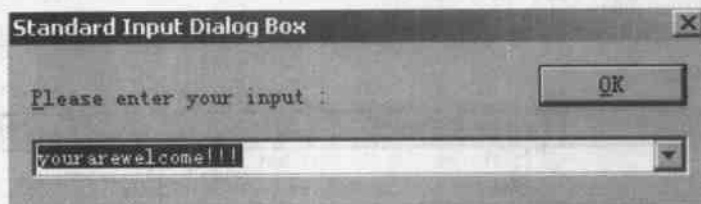
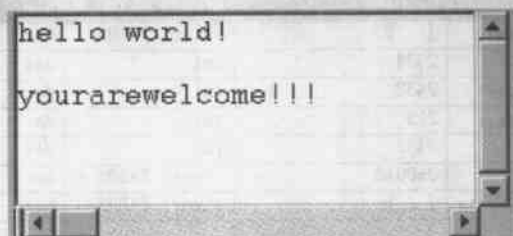

图 4.11 输入字符串对话框
图 4.12 运行结果
(1) 成功生成目标文件 hello.out 后,先让系统复位,在 File 菜单中执行 Load program... 命令,加载可执行程序。
(2) 在工程窗口中双击 hello.c 文件,打开源文件编辑窗口,将光标放在行语句“fprintf(fp, “%s”, scanStr)”上,按 F9 键,或者在工具栏上单击  按钮,设置断点,此时,该行语句前面将出现一个红色的圆点。
(3) 执行菜单命令 Debug→Run,或者在 Debug 工具栏上单击  按钮,将出现如图 4.11 所示的输入一个字符串对话框,并将输入的字符串存入文件,然后从文件中读出该字符串,并输出到屏幕上,如图 4.12 所示。